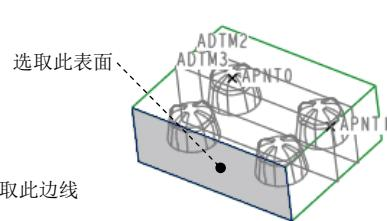

图 28.6 基准平面 ADTM3
Step2. 穿过基准点 APNT1，创建图 28.6 所示的基准平面 ADTM3。操作过程如下：单击 模具 功能选项卡 基准 ▾ 区域中的“平面”按钮 ；选取基准点 APNT1；按住 Ctrl 键，选取图 28.6 所示的坯料表面；在“基准平面”对话框中单击 确定 按钮，完成基准平面 ADTM3 的创建。